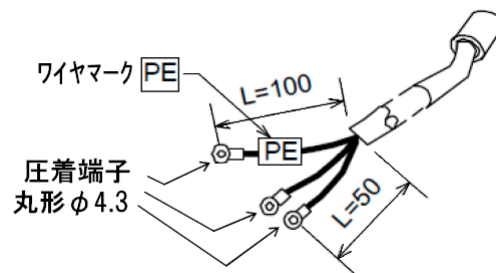

図 5-12 電源ケーブル
- (1) 電源ケーブルの圧着端子側を貴社の設備側分電盤の端子台にネジ止めしてください。「PE」マークのある方が接地用で、他の 2 本のワイヤが単相交流電源用です。（図 5-12, 表 5-6 参照）